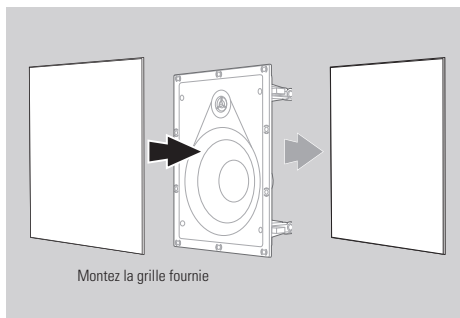

Figure 8
5. Placez la grille dans l'enceinte. (Figure 8)